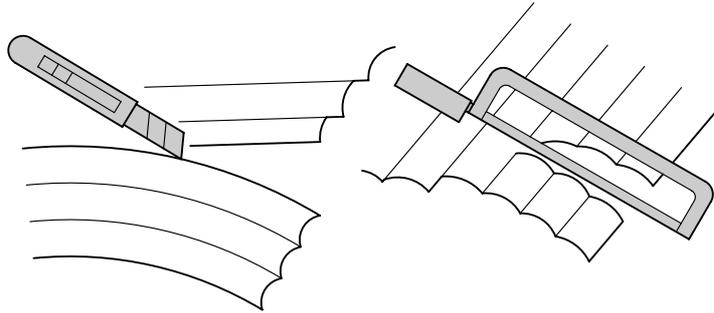

図3-1
- 建仁寺ボードAを現場にて幅詰めする場合は、ノコギリやカッターで切断加工して下さい。(図3-1参照)